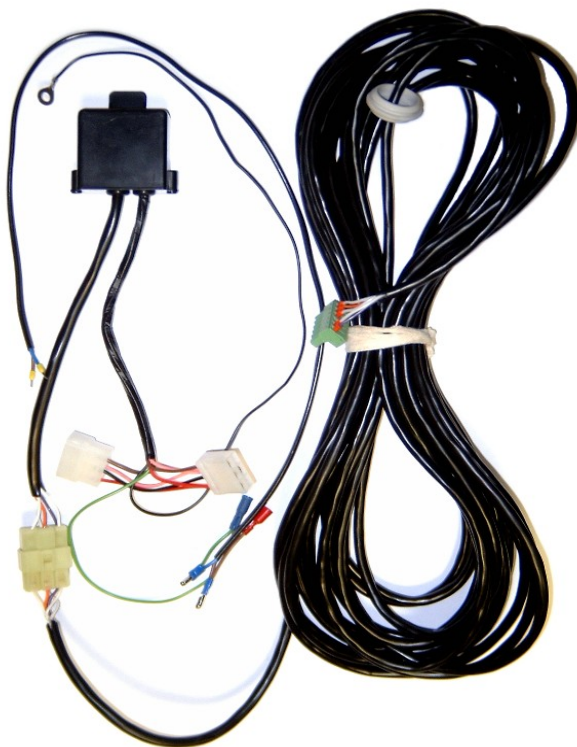
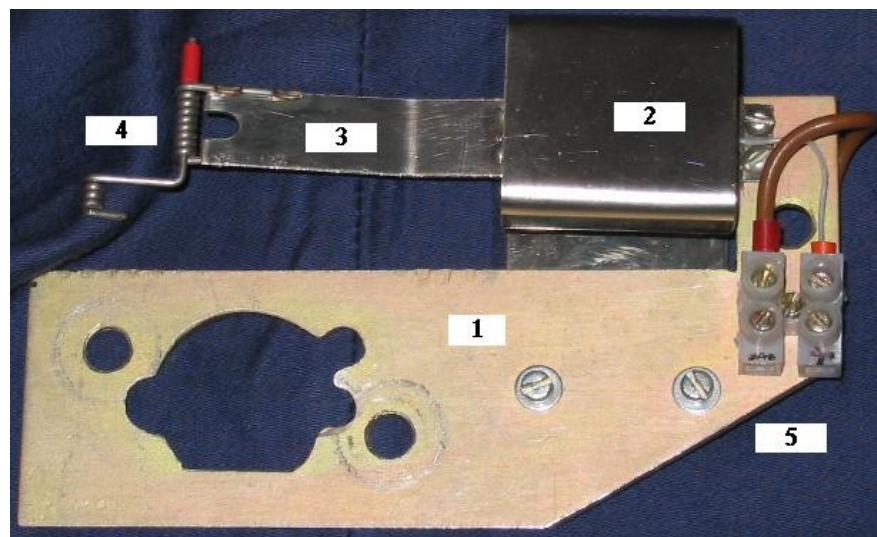

Рис.1. Вид исполнительного устройства ИУ4с.
Рис.2. Электропривод воздушной заслонки.
Комплект состоит из двух частей: блока электроники ИУ4с (рис.1) со жгутом, для включения блока согласования в электропроводку генератора, и электропривода заслонки ПБ4-1 (рис. 2).
**Электропривод воздушной заслонки** (рис. 2) предназначен для автоматического управления воздушной заслонкой генератора. Электропривод заслонки автоматически в зависимости от температуры окружающей среды, температуры двигателя и времени работы выставляет необходимый угол открытия воздушной заслонки генератора. Запитывается электропривод от низковольтной обмотки генератора.